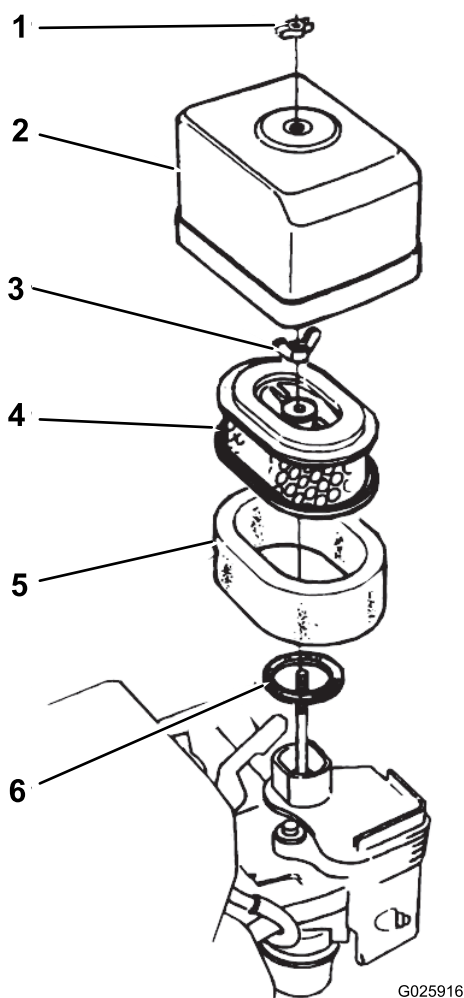

図 30
2. エアクリーナカバーをエアクリーナ本体に固定している蝶ナットを取り、カバーを外す 図 30。
5. エアクリーナにエアクリーナのカバーを取り付ける蝶ナットを使用 図 30。
1. エアクリーナカバーをエアクリーナ本体に固定している蝶ナットを取り、カバーを外す 図 30。
2. エアフィルタの蝶ナットを取り、フィルタを外す 図 30。
3. ペーパーフィルタからスポンジ元素を外す 図 30。
1. ペーパーエレメントにスポンジエレメントを取り付ける 図 30。
2. ガasketが磨耗や破損していないか点検する 図 30。
3. ガasketをキャブレターの吸気口に正しく取り付ける 図 30。
4. エアフィルタのエレメントをキャブレターに蝶ナットで取り付ける 図 30。
5. もう一つの蝶ナットで、エアクリーナカバーをキャブレターに取り付ける 図 30。